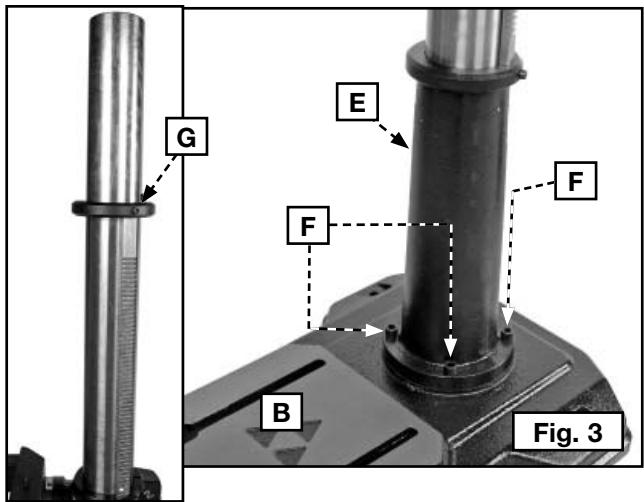

Fig. 3
1. Fije la columna (E) Fig. 3 a la base (B) con los cuatro tornillos ensamblados con cabeza para casquillo de M10 x 40 mm (F), tres de los cuales aparecen en la imagen.
**NOTA:** Verifique que el tornillo (G) (Fig. 3, recuadro) esté orientado hacia la parte posterior de la prensa de taladro.